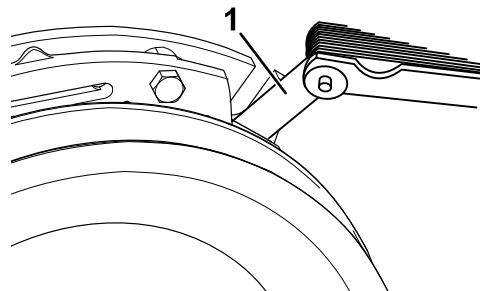
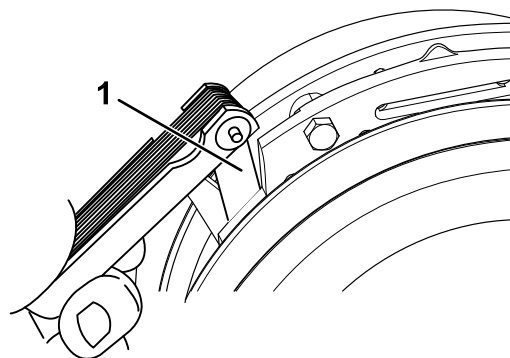

Figura 62
Figura 63
- E. Usando una galga de 0.254 mm (0.010"), compruebe la presencia de un espacio entre el rotor y la cara de la armadura en ambos lados del polo del freno, según se indica en Figura 62 y Figura 63.